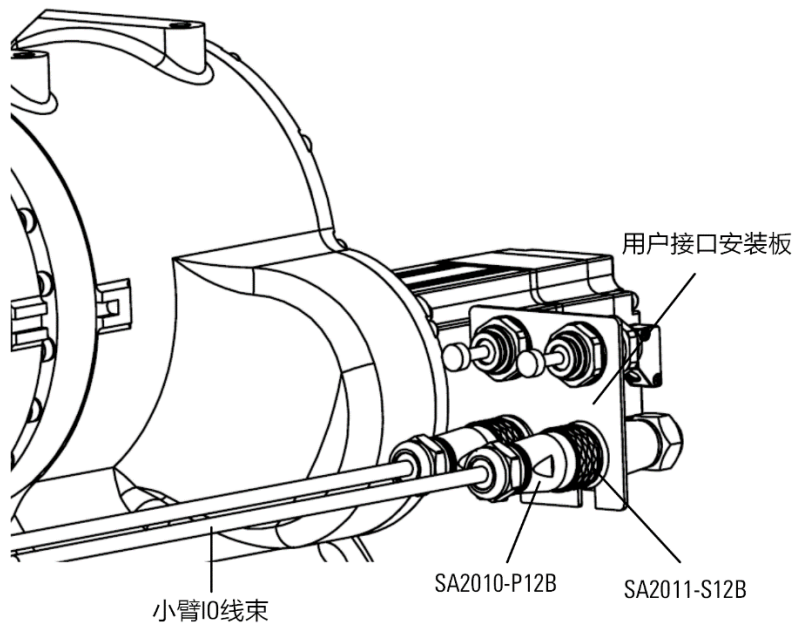

图 5-4 小臂上 I/O 线束连接示意图
步骤2. 将②小臂 I/O 线束一端带有 SA2010-P12B 12pin 插针型电缆插头与用户接口安装板上的 SA2011-S12B 12pin 电缆对接插座对插，另一端散线接在客户自己的末端执行器上（参考图 5-4）。